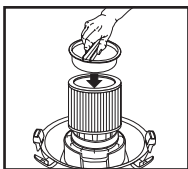

FIGURE 15
19. Placez le porte-filtre dans la partie supérieure de la cartouche filtrante. **FIGURE 15.**